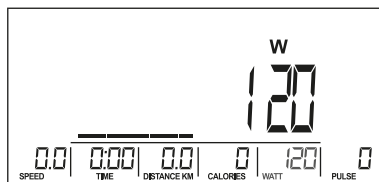

Рис. 20
2. За допомогою регулятора встановіть цільове значення WATT (за замовчуванням: 120, Рис. 20).